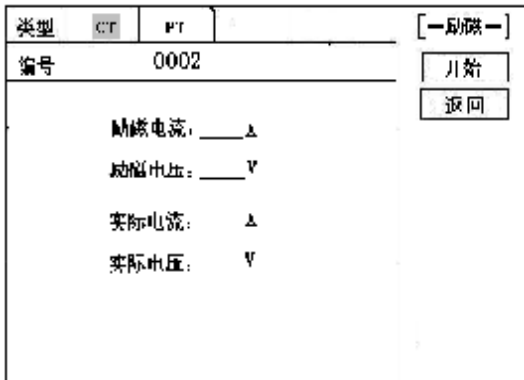
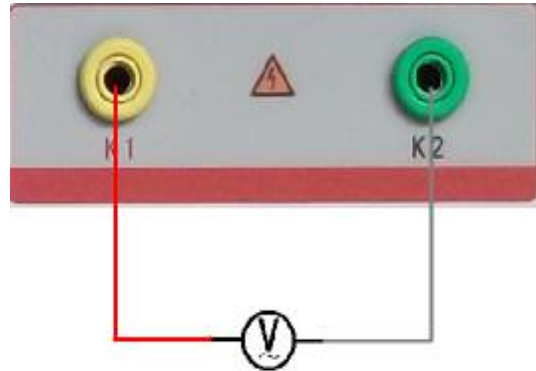
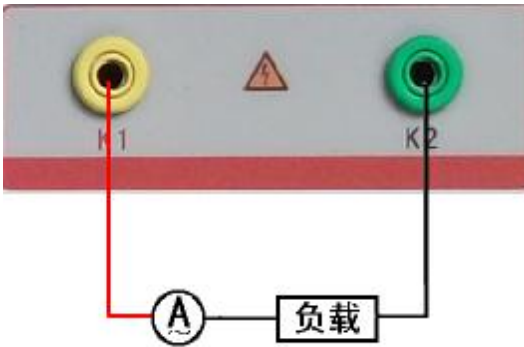

图 44, 校准测试主界面
图 45, 电压校准接线图
图 46, 电流校准接线图
进入 CT “励磁” 测试界面后, 选择进入 “校准” 试验界面 (如图 44), 设定好励磁电流值: $0.1\text{A} \sim 5\text{A}$; 励磁电压值: $1\text{V} \sim 1000\text{V}$ 。
电压校准试验参照图 45 进行接线; 设置好被测电压后, 合上功率开关, 选择 “开始” 选项, 按下控制器, 试验即开始, 试验到达设定值后将保持输出电压/电流值用于检测, 检测完毕后, 按下控制器, 试验返回图 44 界面。
电流校准试验参照图 46 进行接线, 电压设定值略高于【电流设定值 (A) * 负载 (Ω)】, 设置好被测电流/电压值后, 合上功率开关, 选择 “开始” 选项, 按下控制器, 试验即开始, 试验到达设定值后将保持输出电流/电压值用于检测, 检测完毕后, 按下控制器, 试验返回图 44 界面。